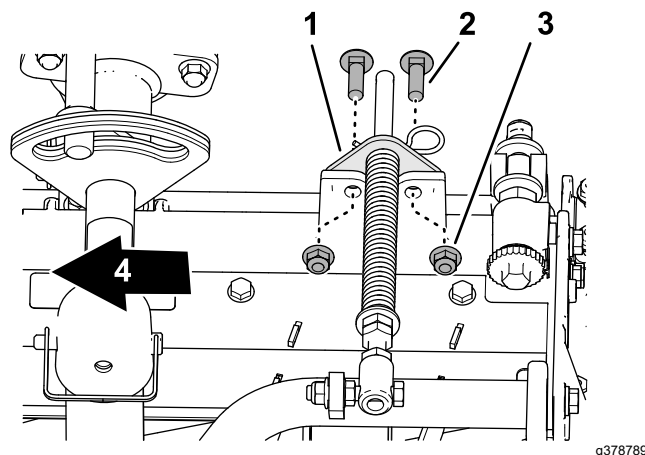

Bild 21
5. Richten Sie die Löcher in der Halterung der Rasenkompensierung an den Löchern im Rahmen des Mähwerks aus (Bild 21).